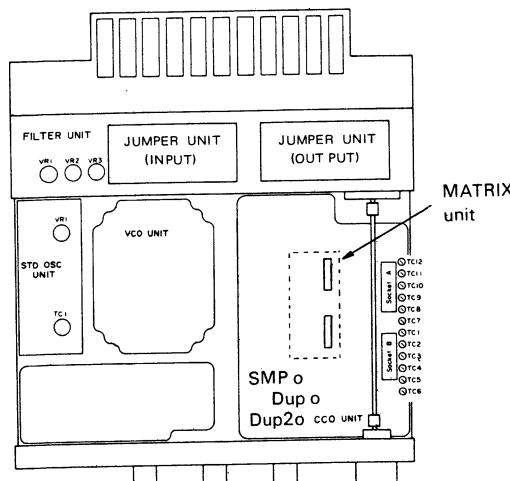

Fig. 1
1. Los puntos a ser modificado y ajustados se muestran en la figure 1.